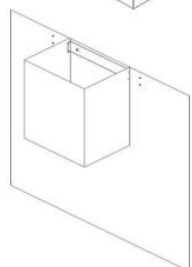

figura 6
8. Para evitar arranhar a chaminé, estenda a chaminé superior lentamente e cuidadosamente ao suporte de montagem da chaminé e aperte os parafusos conforme na Figura 6.